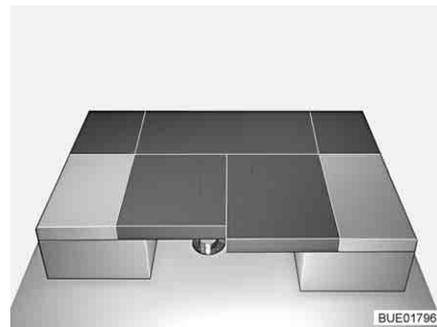

Fig. 102 Después de la transformación
- Insertar los dos cojines de asiento entre los cojines de respaldo (véase Fig. 102).